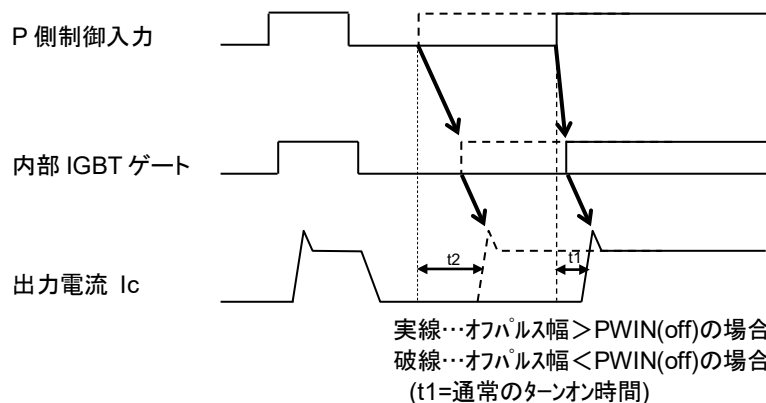

図 3-6 許容最小入力パルス幅 PWIN(off)以下の信号を印加した場合の出力動作(P 側のみ)
- ・PWIN(off)以下のパルス幅の入力オフ信号には出力が応答しない、または P 側のみターンオン時間が大きくなる場合があります。ただし、この場合においても入力オンの状態にて出力オフの状態を維持し続けることはありません。詳細は図 3-6 のタイミング図を参照ください。